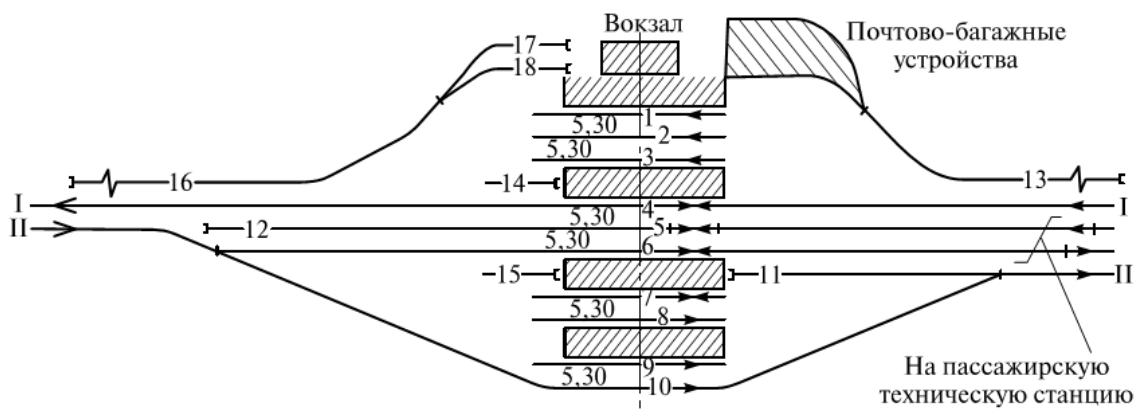

Рис. 51.1 Схема размещения устройств на пассажирской станции сквозного типа
**Задача 51.** Разработать проект нечетной горловины пассажирской железнодорожной станции сквозного типа, предусмотрев в качестве варианта пропуск через железнодорожную станцию грузовых поездов. На железнодорожной станции должно быть предусмотрено 7 перронных путей, почтово-багажные устройства, тупики для стоянки служебных вагонов, вытяжные железнодорожные пути для маневровой работы. Последовательно пассажирской с нечетной стороны располагается техническая пассажирская железнодорожная станция. Взаимное расположение устройств железнодорожной станции и основные междупутные расстояния приведены на рис. 51.1.